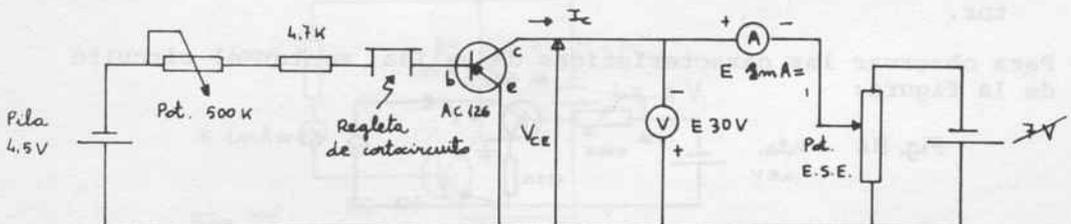

Fig. 93
- Montar el circuito adjunto (fig.93). ¡Respetar las polaridades! Colocar el cursor del potenciómetro del E.S.E. en cero